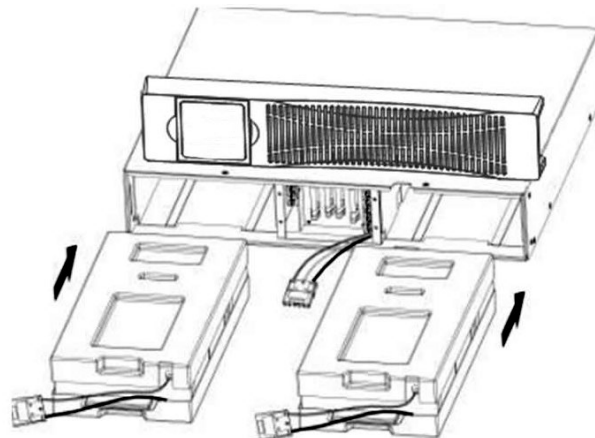

Рис. 5 Снятие и установка блока батарей в ДВББ.
4.4 Возьмитесь за ручку блока батарей и достаньте его из корпуса ДВББ (см. Рис. 5).